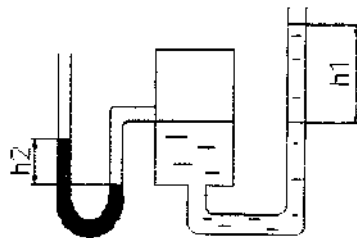

Рисунок 7
19. Визначити тиск  $P$  у котлі та п'єзометричну висоту  $h_1$  якщо висота підняття ртуті в ртутньому манометрі  $h_2$ . (Рис. 7).